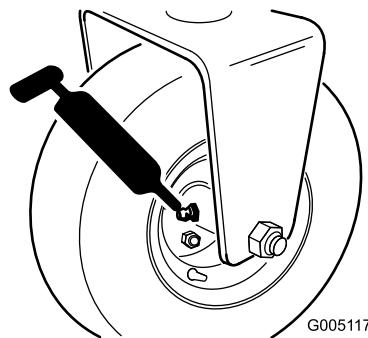

Figura 36
- Mozzo del rullo posteriore o, se è montato un kit di trazione a 3 ruote, frizioni del rullo posteriore e cuscinetto a sfera esterno (1) (Figura 36)